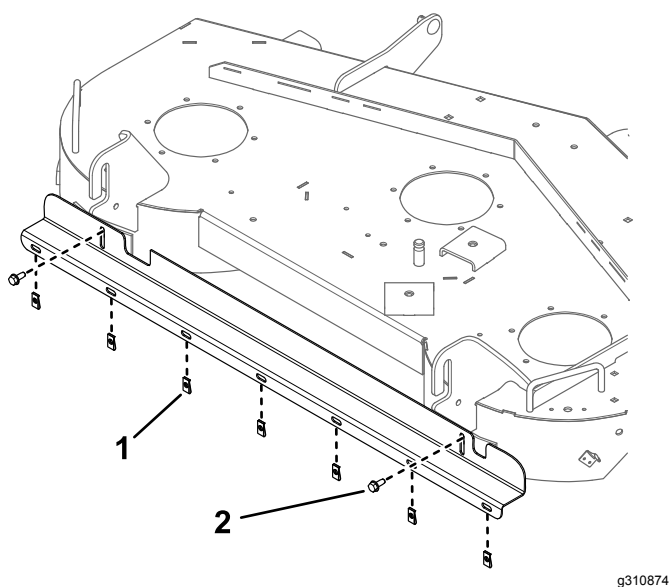

Figura 4
4. Montate la staffa nei fori utilizzando 2 bulloni autofilettanti (Figura 4).
5. Applicate le 7 piastrine per vite autofilettanti sui fori praticati nella staffa (Figura 4).